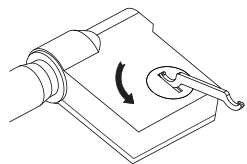

Fig.1
- Retirez le couvercle de la batterie en le tournant dans le sens inverse des aiguilles d'une montre à l'aide d'une clé (Fig.1).